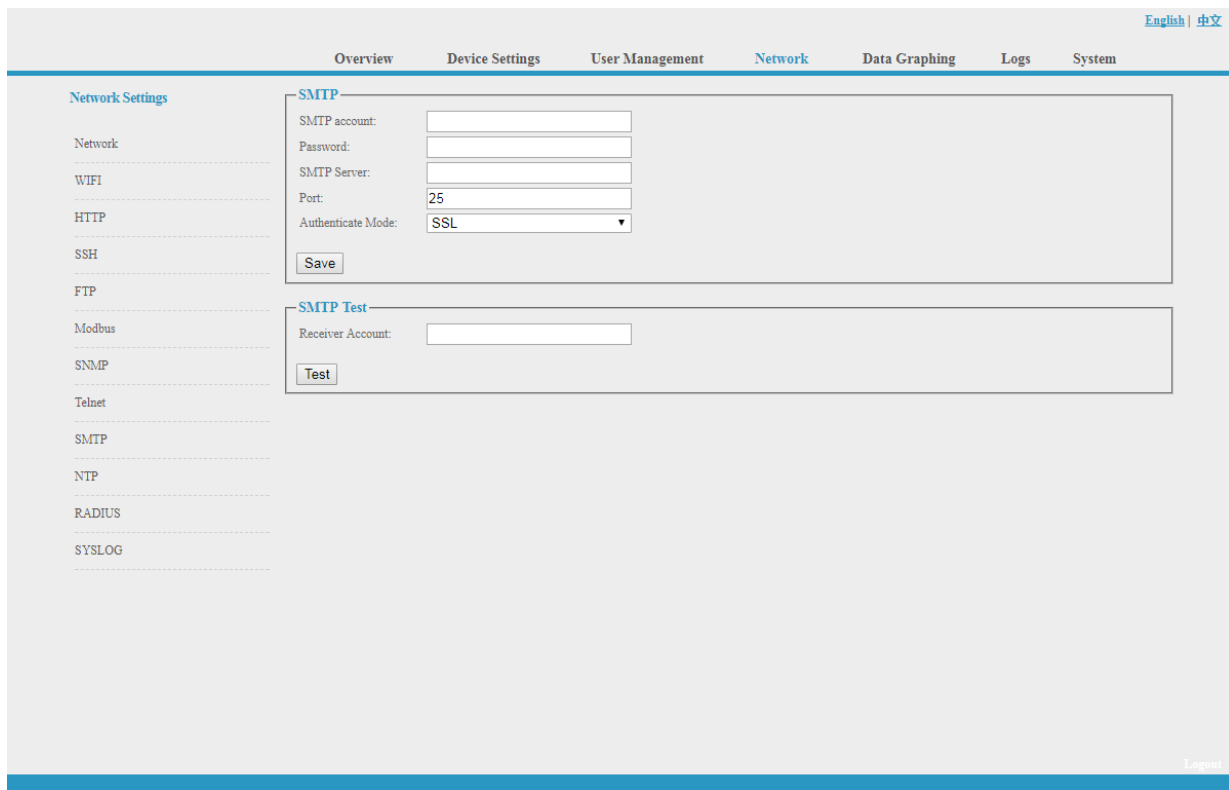

Abbildung 1-13
I. SMTP: Klicken Sie in der Netzwerkeinstellung auf SMTP, um die SMTP-Einstellung zu öffnen (siehe Abbildung 1-13).